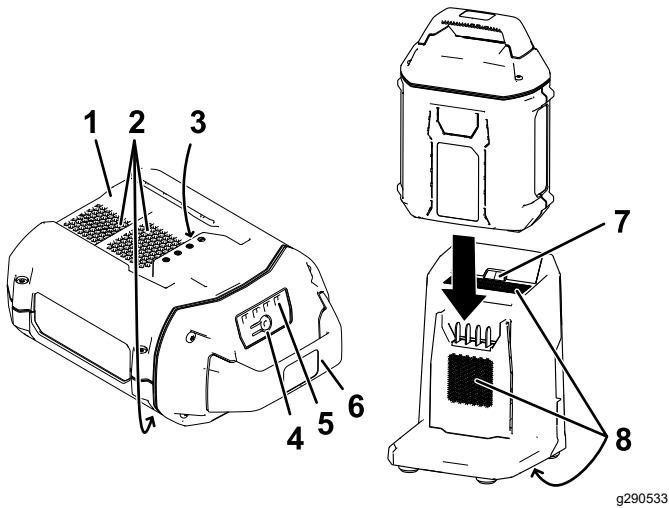

Figure 16
2. Placez le creux de la batterie (Figure 16) en face de la languette du chargeur.
3. Glissez la batterie dans le chargeur jusqu'à ce qu'elle soit complètement enclenchée (Figure 16).